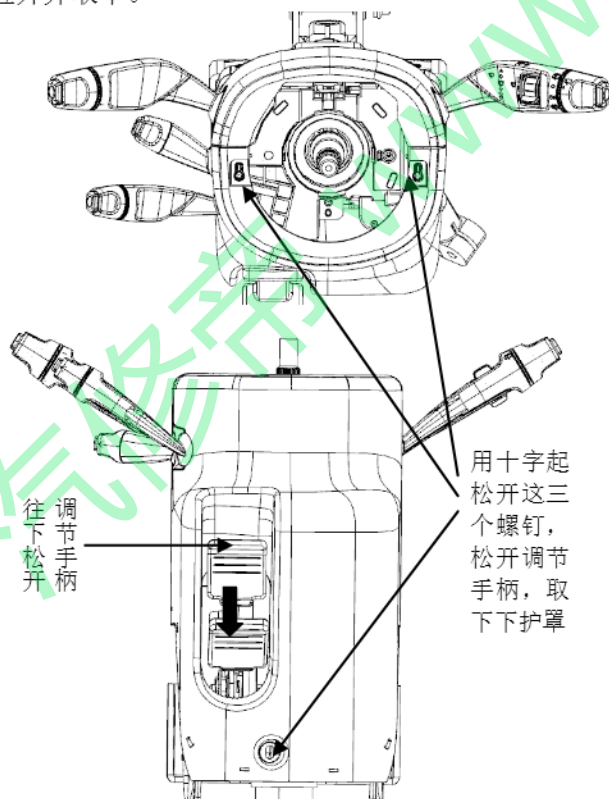

图5-5
①用十字起松开下护罩的三个安装螺钉。如图5-5所示。
②前后组合开关护罩由四对塑料卡扣配合，并往下松开转向管柱角度调节手柄，将前后护罩拉开并取下。